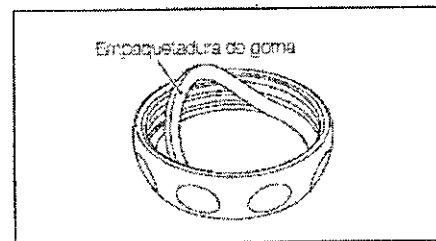

Fig.12
- ② Desmonte la tapa del depósito de polvo y quite la empaquetadura de goma. (Fig. 12)